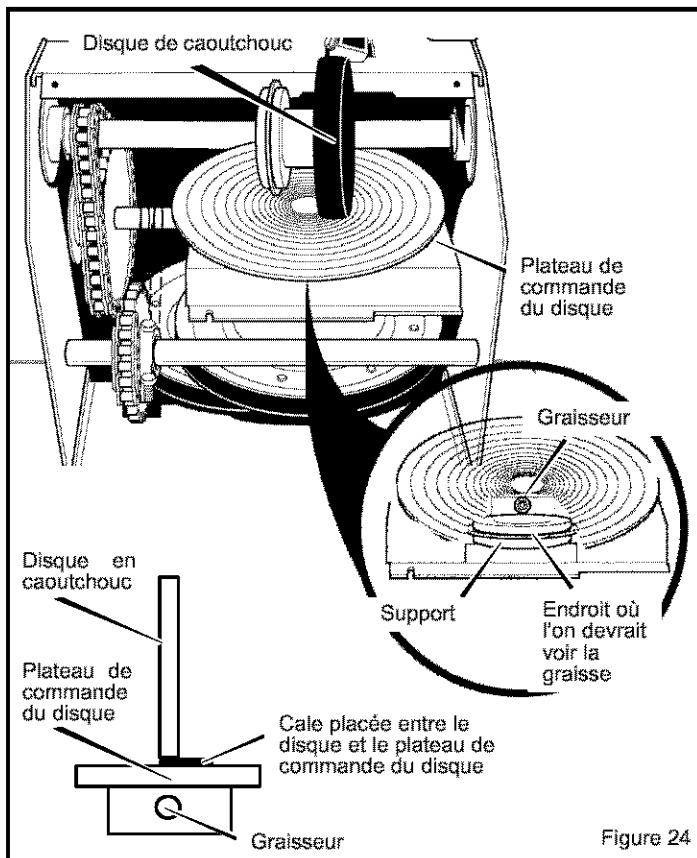

Figure 24
4. Faire tourner à la main le plateau de commande du disque de dessous dans le sens des aiguilles d'une montre jusqu'à ce que le graisseur soit bien visible au centre (Voir Figure 24).
6. Pour le graissage, utiliser un pistolet à graisse et de la graisse à haute température EP Moly. Voir les détails en Figure 24. **NE PAS** verser de quantité excessive d'huile et **ÉVITER** que de la graisse entre en contact avec le plateau de commande ou le disque car cela endommagerait le caoutchouc. Remplir le graisseur jusqu'à ce que la graisse apparaisse sous le support situé sous le graisseur.